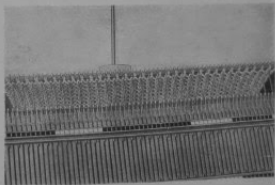

Рис. 25
- Опустить передний фонтур для контроля вязанного полотна с обеих сторон. (рис. 25).